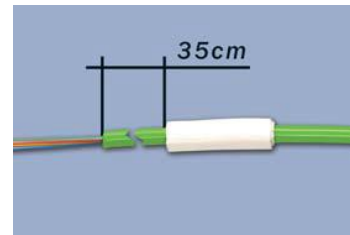

Bild 2
- 160 cm von der Absetzstelle entfernt die Bündeladern jeweils auf einer Länge von ca. 3 cm mit Gewebeband umwickeln, diese Stelle dient später zur Zugentlastung am Auszug der Box (vgl. Punkt 3.5), siehe **Bild 2**.